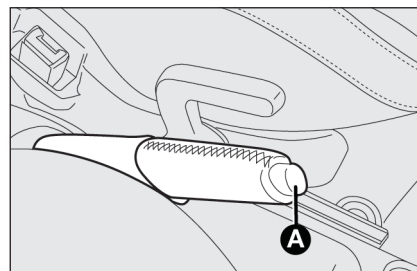

fig. 1
- ☐ soulever légèrement le levier et appuyer sur le bouton de déblocage **A** fig.1;
- ☐ maintenir le bouton enfoncé **A** et baisser le levier. Le témoin (1) au combiné de bord s'éteint.